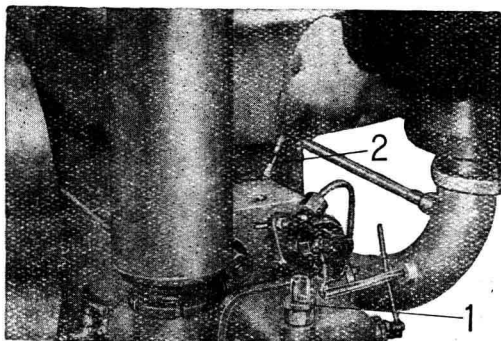

图9 点燃纸燭帮助起动
6. 如气候寒冷,可将卷好的软纸,装在纸插螺栓上,点燃后旋入气缸盖,以助起动(图9)。